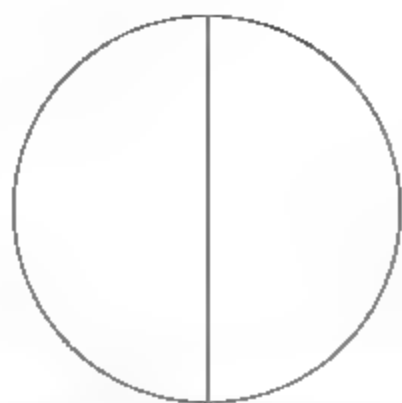

图8-62 绘制垂直线段
- 调用L【直线】命令，过圆心绘制垂直线段，结果如图8-62所示。